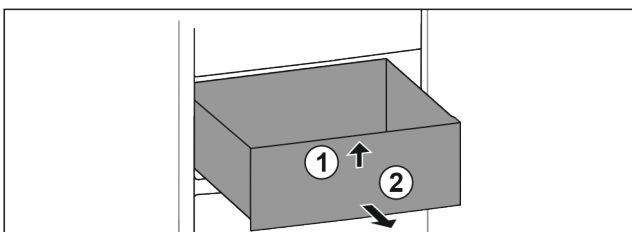

Fig. 28
- ▶ Приподнимите выдвижной ящик спереди. Fig. 28 (1)
- ▶ Извлеките выдвижной ящик движением вперед. Fig. 28 (2)